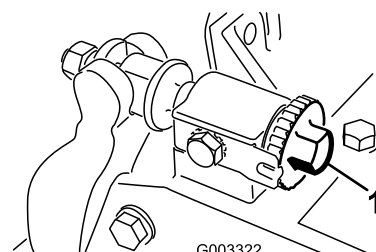

図 27
1. ベッドナイフ調整ノブ図 27を左に回して、ベッドナイフとリールの接触を完全になくす。